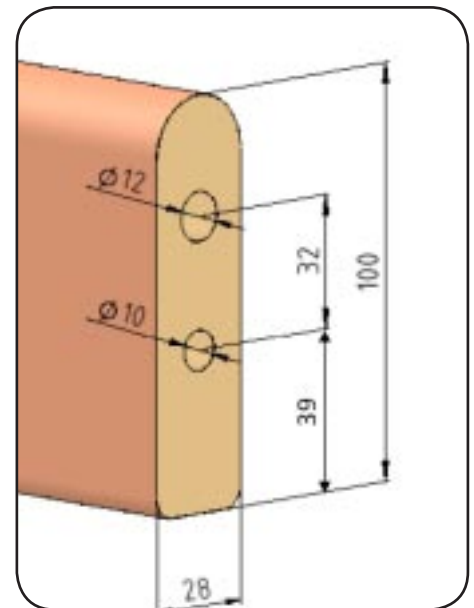
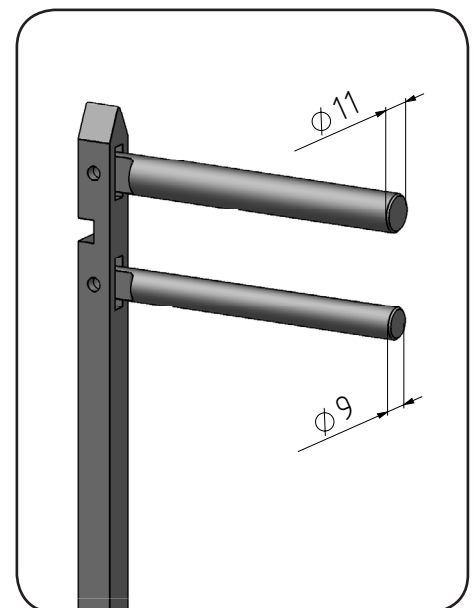

Abbildung 23
Abbildung 24
**Hinweis:** Verwenden Sie zur eigenen Sicherheit die Seitengitterholme (Höhe 100 mm; siehe Abbildung 23) nur mit den in Abbildung 24 dargestellten Seitengittergleitern aus Kunststoff. Die Seitengittergleiter sind so konzipiert, dass die Seitengitterholme sich nur in einer Position zusammenbauen lassen.